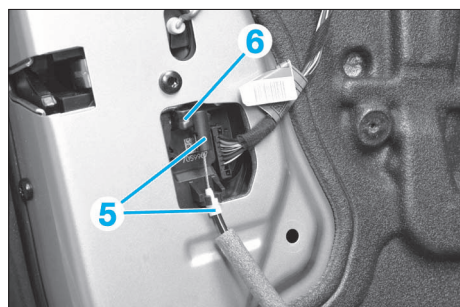

FIG. 58
- Déclipper avec précaution la partie supérieure de la garniture de la porte des agrafes (4).
- Décrocher le câble Bowden (5) de la serrure de porte (6) (Fig.58).